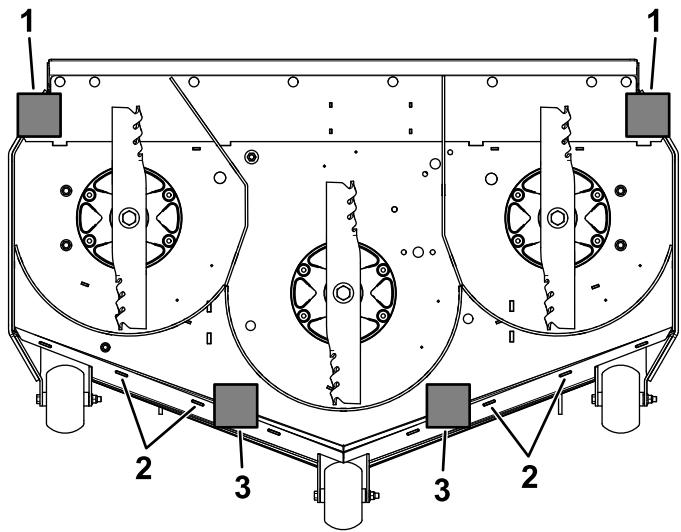

Рисунок 79
- 9. Установите 2 подставки (см. таблицу высоты подставок и угла наклона ножей) под заднюю кромку фартука режущей деки, по 1 на каждой стороне режущей деки (Рисунок 79).
12. Осторожно поверните ножи, чтобы расположить их в поперечном направлении (Рисунок 79).